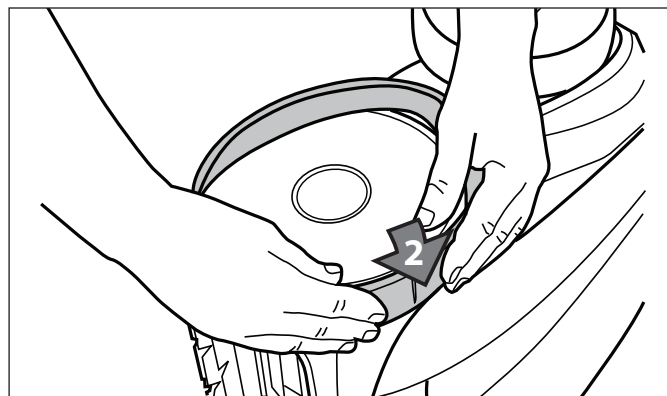

Figure 35. Commencer par un côté du pneu
4. Pousser un côté du pneu dans la roue et mettre la nervure du pneu dans la rainure de la roue, comme illustré à la Figure 35.